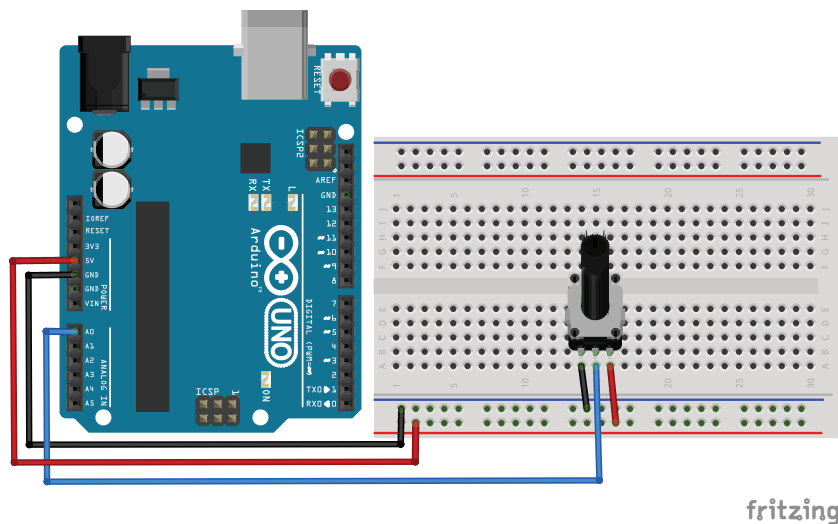

Рис. 4.1. Схема подключения потенциометра в качестве аналогового датчика
Рассмотрим, как использовать потенциометр в качестве аналогового датчика. Рисунок 4.1 показывает, как правильно подключить
1. Подключаем потенциометр по схеме на рис. 4.1.